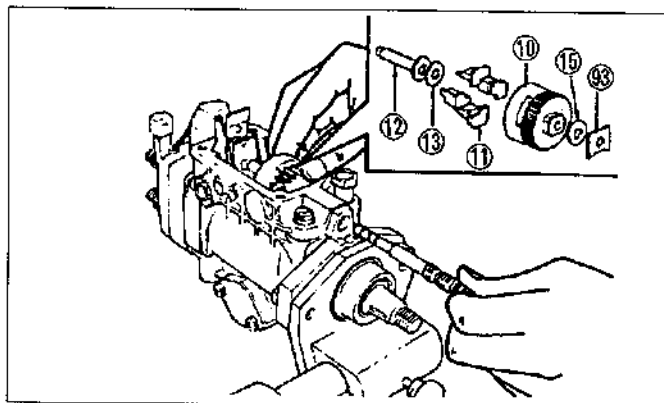

Figura.12-9 Extracción del contrapeso
(2) Extraiga el soporte del contrapeso ⑩ junto con los contrapesos ⑪, arandela de empuje de contrapeso ⑬ y manguito del regulador ⑫, y extraiga la arandela del contrapeso ⑮ con la arandela de ajuste ⑬. (Vea la figura.12-9)